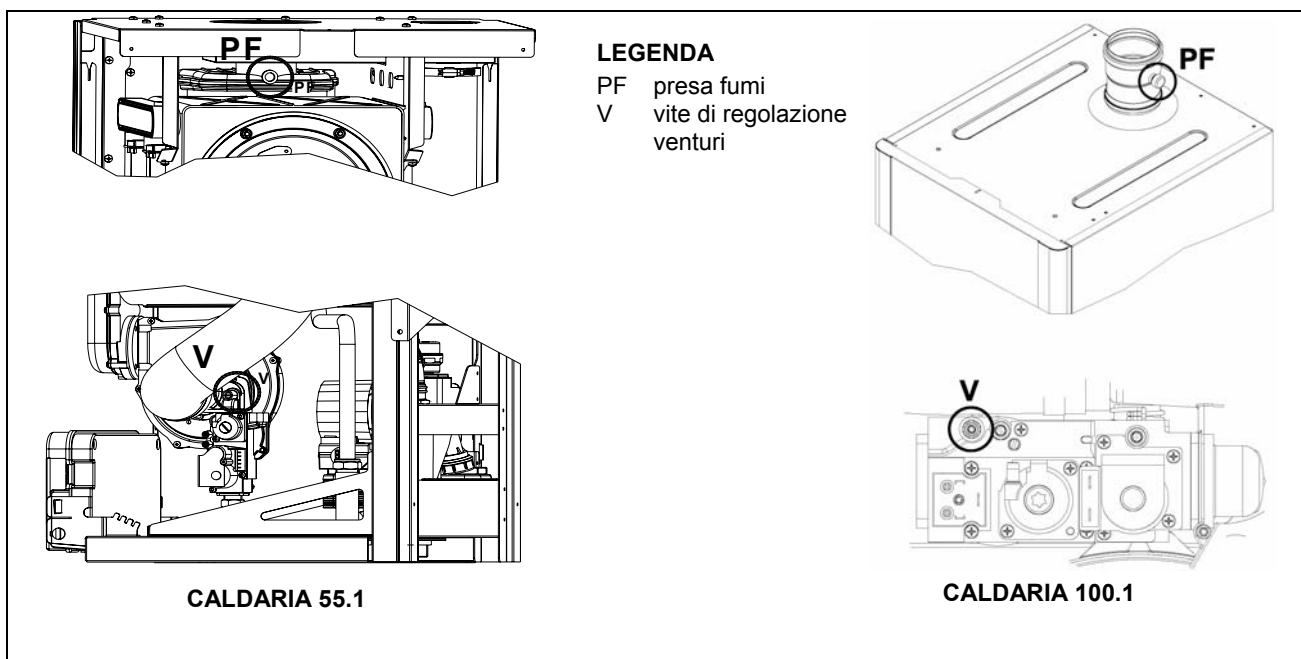

Figura 24 – PRESA PRESSIONE FUMI E VITE DI REGOLAZIONE CALDARIA 55.1
- 6) Inserire l'analizzatore fumi nell'apposita presa per l'analisi fumi PF (Figura 24 a pagina 39) ed accenderlo.
- 13) In caso contrario effettuare la regolazione agendo sulla vite V (Figura 24 a pagina 39).